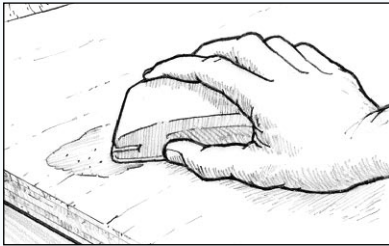

Figura 23 Lije el material de enmasillado curado para darle la forma deseada.
6. Lije el material de enmasillado para que se integre en la geometría de las zonas circundantes (*Figura 23*). Empiece con lija de grano 50 si es necesario retirar una gran cantidad de material de enmasillado. Use lija de grano 80 al aproximarse al contorno final.